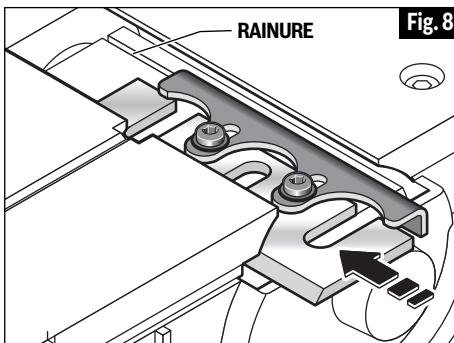

Fig. 8
- tambor de las cuchillas. El retenedor debe acoplarse en la ranura (Fig. 8)